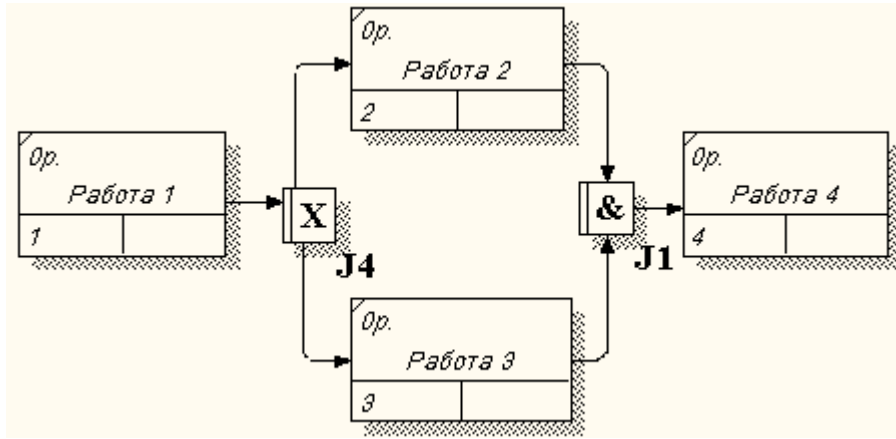

Рис. 6.8. Неверное размещение перекрестков. Перекресток для слияния «И» не может следовать за перекрестком для разветвления типа, исключающего «ИЛИ»
2. Перекресток для слияния «И» не может следовать за перекрестком для разветвления типа, *исключающего* «ИЛИ» (рис. 6.8.).